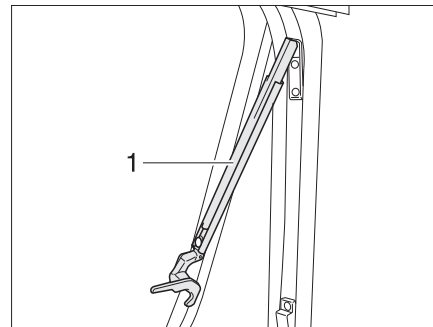

Figura 9 Ventana abatible con soportes automáticos, abierta
- Abrir la ventana abatible hasta la posición de enclavamiento deseada. El soporte automático (Figura 9,1) engatilla automáticamente.